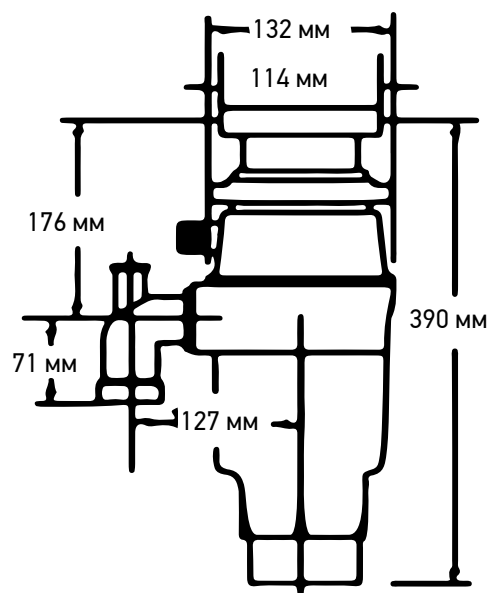

Рис. 11
2. Нажмите и удерживайте дугообразную кнопку на розетке, пока она не начнет мигать красным (см. рис. 11), что означает переход в режим сопряжения. Затем нажмите на беспроводную кнопку один раз для завершения сопряжения.